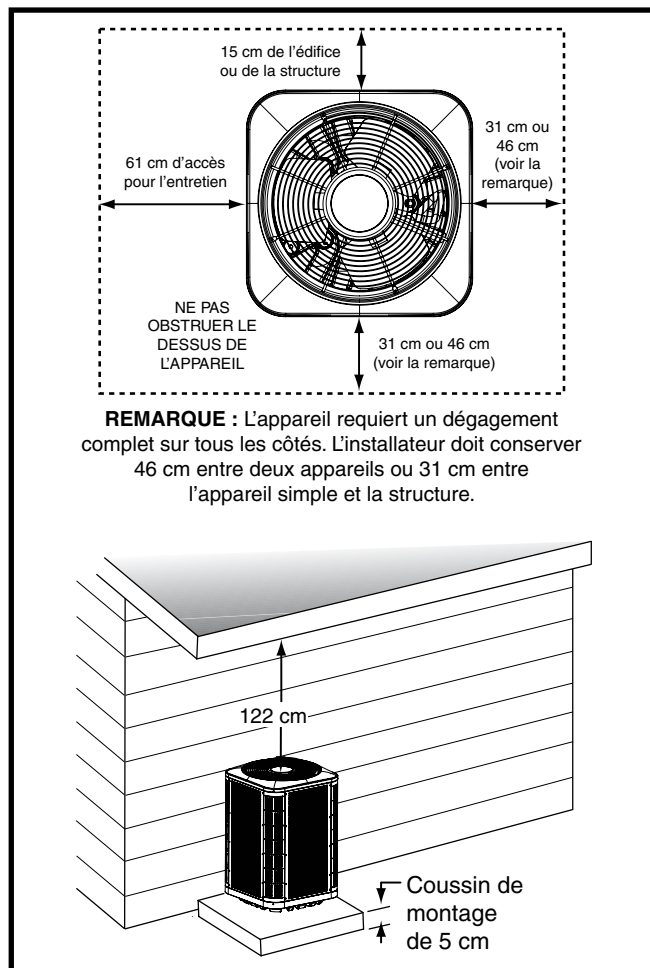

Figure 1. Dégagements requis
- Un dégagement suffisant pour permettre à l'air de circuler sans obstruction à travers le serpentin extérieur doit être maintenu pour obtenir le rendement nominal. Voyez la Figure 1 pour les exigences relatives au dégagement minimal.
- Les obstacles aériens (Figure 1), les zones mal aérées et les zones propices à l'accumulation de débris sont à proscrire.
- Les dégagements doivent respecter ceux qui sont illustrés à la Figure 1.
- Une dalle de montage Figure 1 doit être installée et séparée de la fondation de l'édifice. La dalle doit être au niveau et assez résistante pour supporter le poids de l'appareil. La dalle doit être à au moins 5 cm au-dessus du sol et offrir un drainage adéquat.